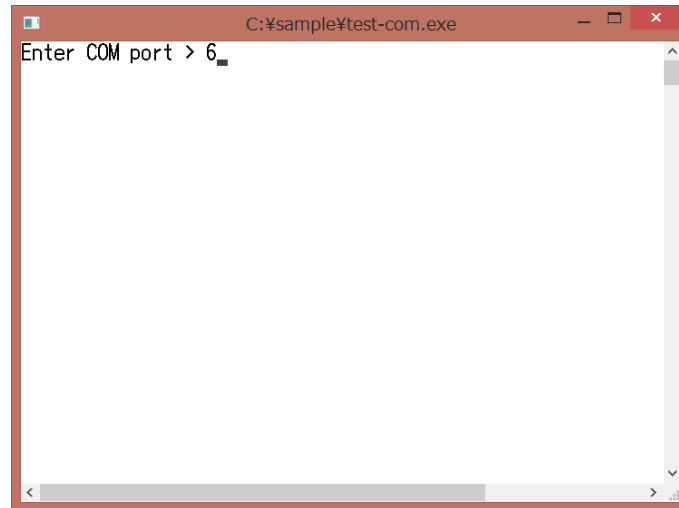

図 6.2 ポート番号入力
- (1)「test-com.exe」を実行するとコマンドプロンプトが起動し、図 6.2 のような画面が立ち上がります。センサを接続しているポート番号を入力し、Enter キーを押します。例では「6」を入力しています。